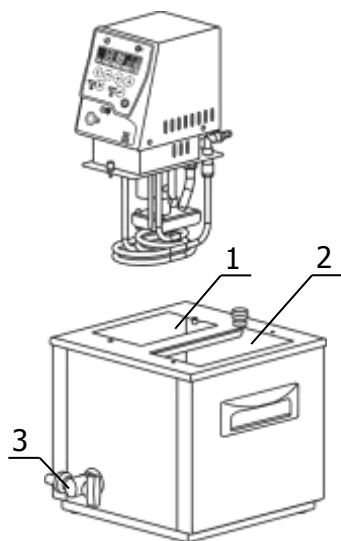

Рисунок 2 — Установка блока регулирования
2.2.3 Погрузить блок регулирования температуры в отверстие 1 (рисунок 2) и закрепить его винтовыми фиксаторами на крышке термостата.
2.4.2 Надеть сливной шланг из комплекта поставки на кран 3 (рисунок 2) и закрепить его хомутом. Свободный конец шланга опустить в емкость для сбора теплоносителя объемом не менее 15 литров.